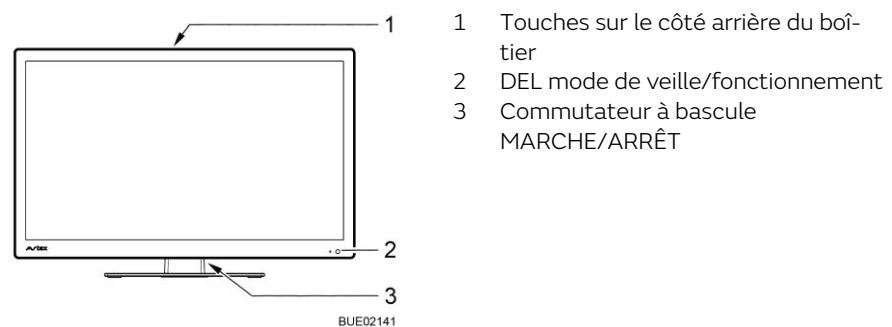
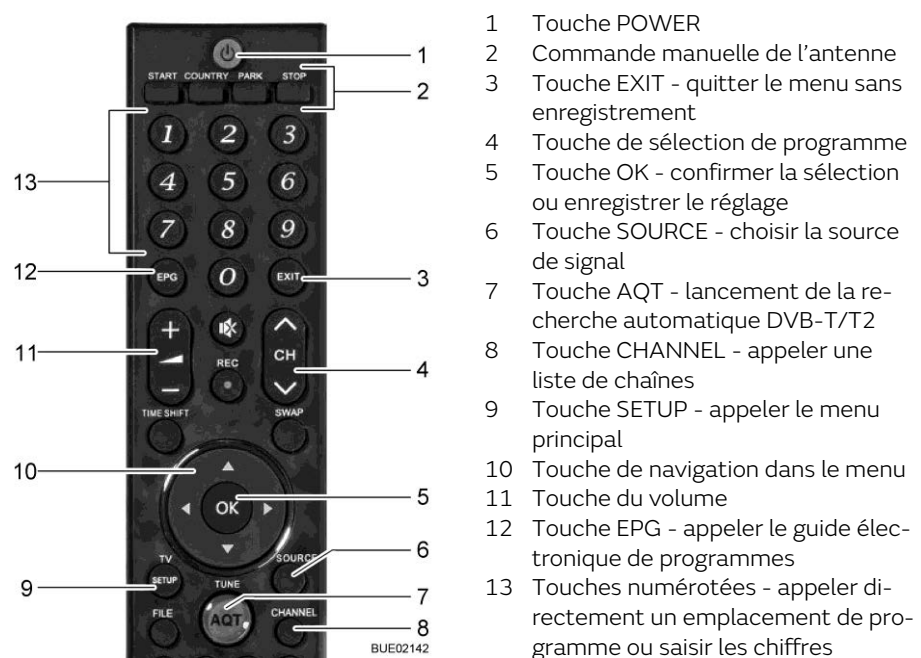

Fig. 56 Commande à l'écran plat
Fig. 57 Télécommande
- Positionner le commutateur à bascule (Fig. 56,3) en face arrière de l'écran plat sur MARCHE. Le système passe dans le mode de veille. La DEL (Fig. 56,2) s'allume en rouge.
- Appuyer sur la touche POWER (Fig. 57,1) de la télécommande. La DEL (Fig. 56,2) s'allume en bleu.
- Appuyer sur les touches de sélection de programme (Fig. 57,4 ou Fig. 57,13) jusqu'à ce que le programme de télévision désiré soit choisi. L'antenne recherche automatiquement le bon satellite. Lorsque l'installation a trouvé le satellite, le programme télévisuel apparaît automatiquement.
- Appuyer sur la touche SOURCE (Fig. 57,6) jusqu'à ce que la source de signal désirée soit choisie.
- Appuyer sur la touche PARK (Fig. 57,2). L'antenne se met en position rangée.
- Appuyer sur la touche SOURCE (Fig. 57,6) jusqu'à ce que la source de signal désirée (telle que DVD) soit choisie.
- Appuyer sur la touche POWER (Fig. 57,1) de la télécommande. Le système passe dans le mode de veille. La DEL (Fig. 56,2) s'allume en rouge.
- Positionner le commutateur à bascule (Fig. 56,3) en face arrière de l'écran plat sur ARRÊT.